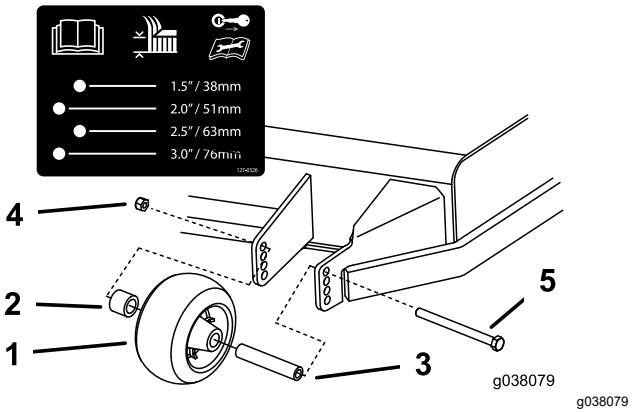
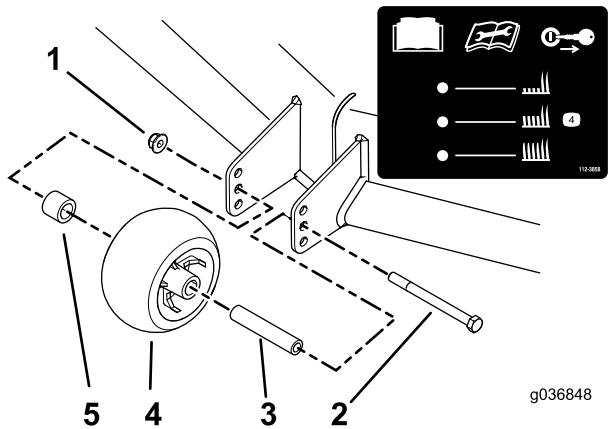

Figure 35
Figure 36
- Réglez les galets anti-scalp comme montré à la Figure 35 ou la Figure 36.